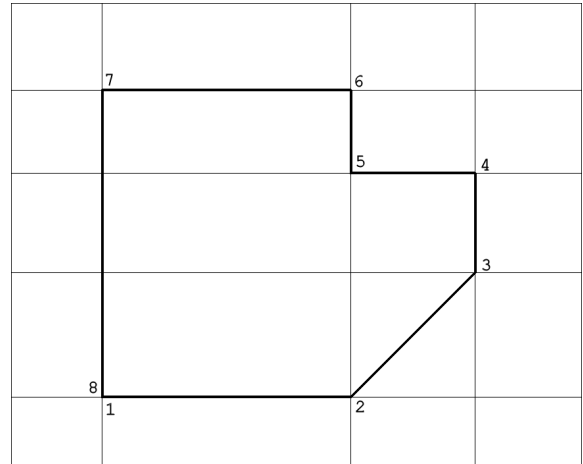

Fig.4.9
- **Spécifier le point suivant** (To point) : Entrée pour terminer (fig.4.9).